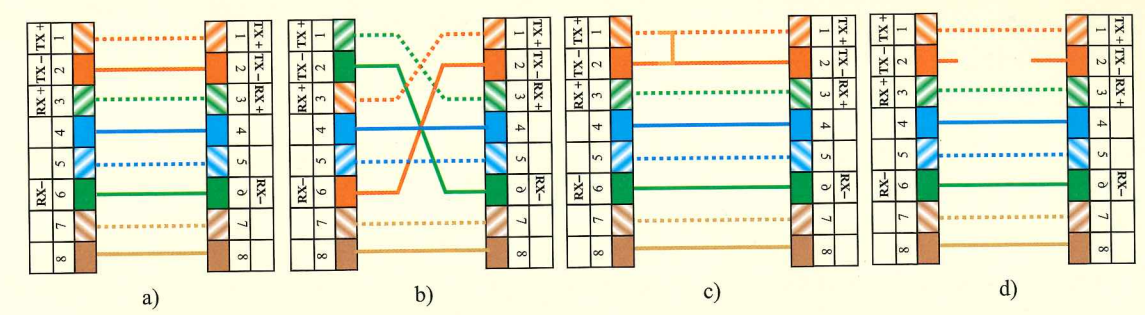

Figura 6.93. Mapeados típicos de un cable de par trenzado.
6.18. Indica si el mapeado de los cables de la Figura 6.93 es correcto y en caso contrario el tipo error de cableado que se produce.